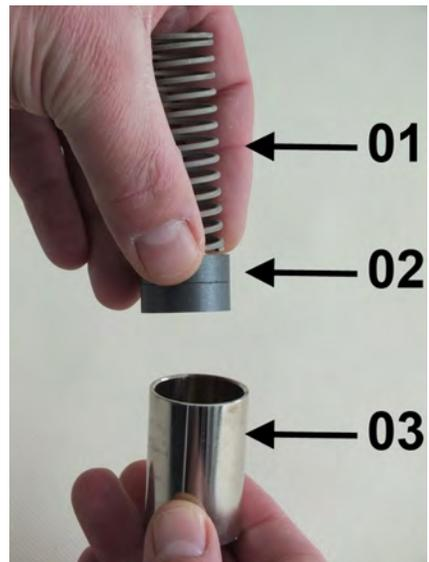

Abb. 42: Innenteile
4. ➔ Feder (Abb. 42/01) mit Magneten (Abb. 42/02) in den Schwebekörper (Abb. 42/03) einführen dabei die Magnetpolung beachten (Nordpol in Richtung Geräteausgang)